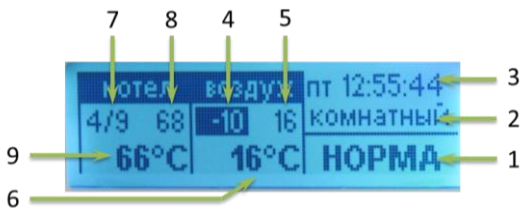

Рисунок 6
4.7.3 Описание информации на дисплее в режиме главного окна в соответствии с рис. 6: